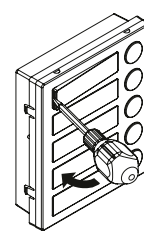

Fig. 5
- Fare leva con il cacciavite come mostrato in **Fig. 5** per rimuovere il porta-cartellino (fare attenzione a non ammaccare la placca);